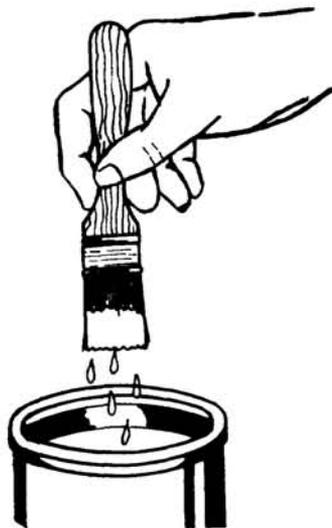

Fig. 1
- b Deje escurrir la brocha e inviértala rápidamente (fig. 1).